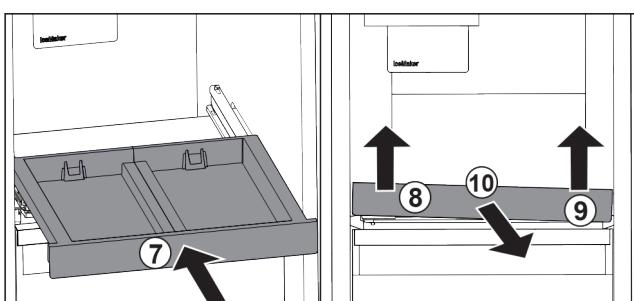

Fig. 31
- Gurnite izvlačnu ploču. Fig. 31 (7)
- Podignite izvlačnu ploču naprijed lijevo. Fig. 31 (8)
- Podignite izvlačnu ploču naprijed desno. Fig. 31 (9)
- Izvadite izvlačnu ploču prema naprijed. Fig. 31 (10)